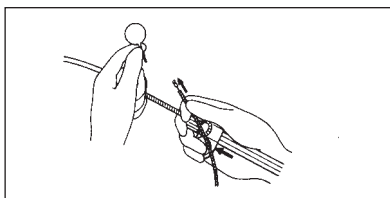

Рис. 11.
- Процедура присоединения петли может быть выполнена одним человеком (оператором). При этом оператор удерживает ползунок и дистальный конец спиральной (проволочной) оболочки с крюком в одной руке, а петлю – в другой руке, как это показано на рис. 11.